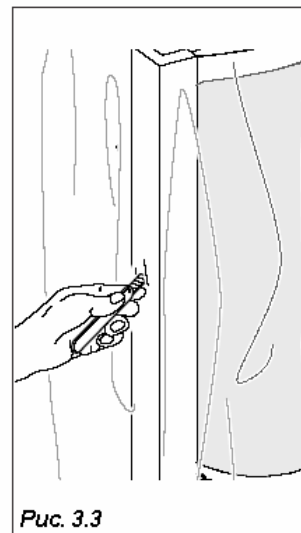

Рис. 3.3
- Освободите автомат от упаковки, разрезав защитную пленку, которой он был обернут, вдоль одного из защитных угловых накладок (Рис. 3.3).